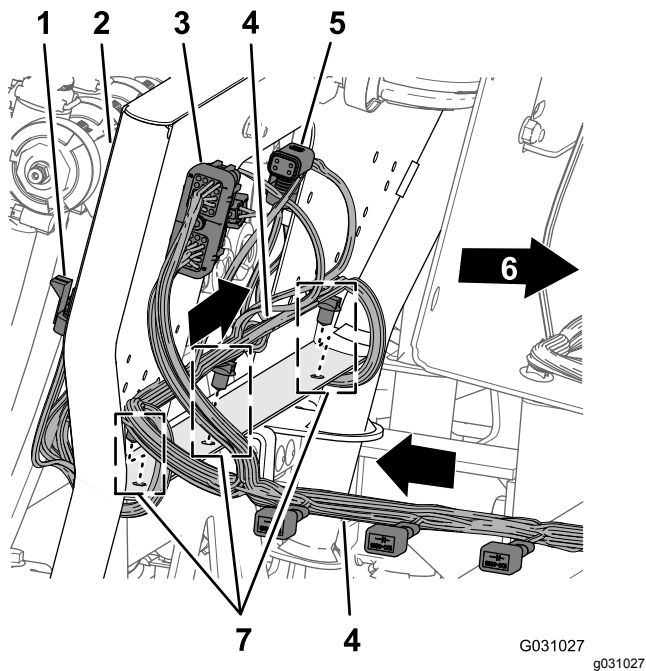

図 99
1. 203 cm の枝線を、10バルブマウントの裏面を横断するように配設するノズルバルブ用の10個のコネクタが後方へ向き、バルブの下に来るようにすること 図 99。
2. ワイヤハーネスの 203cm の枝線の押し込み型ファスナを、マニホールドマウントの下側フランジに差し込む 図 99。